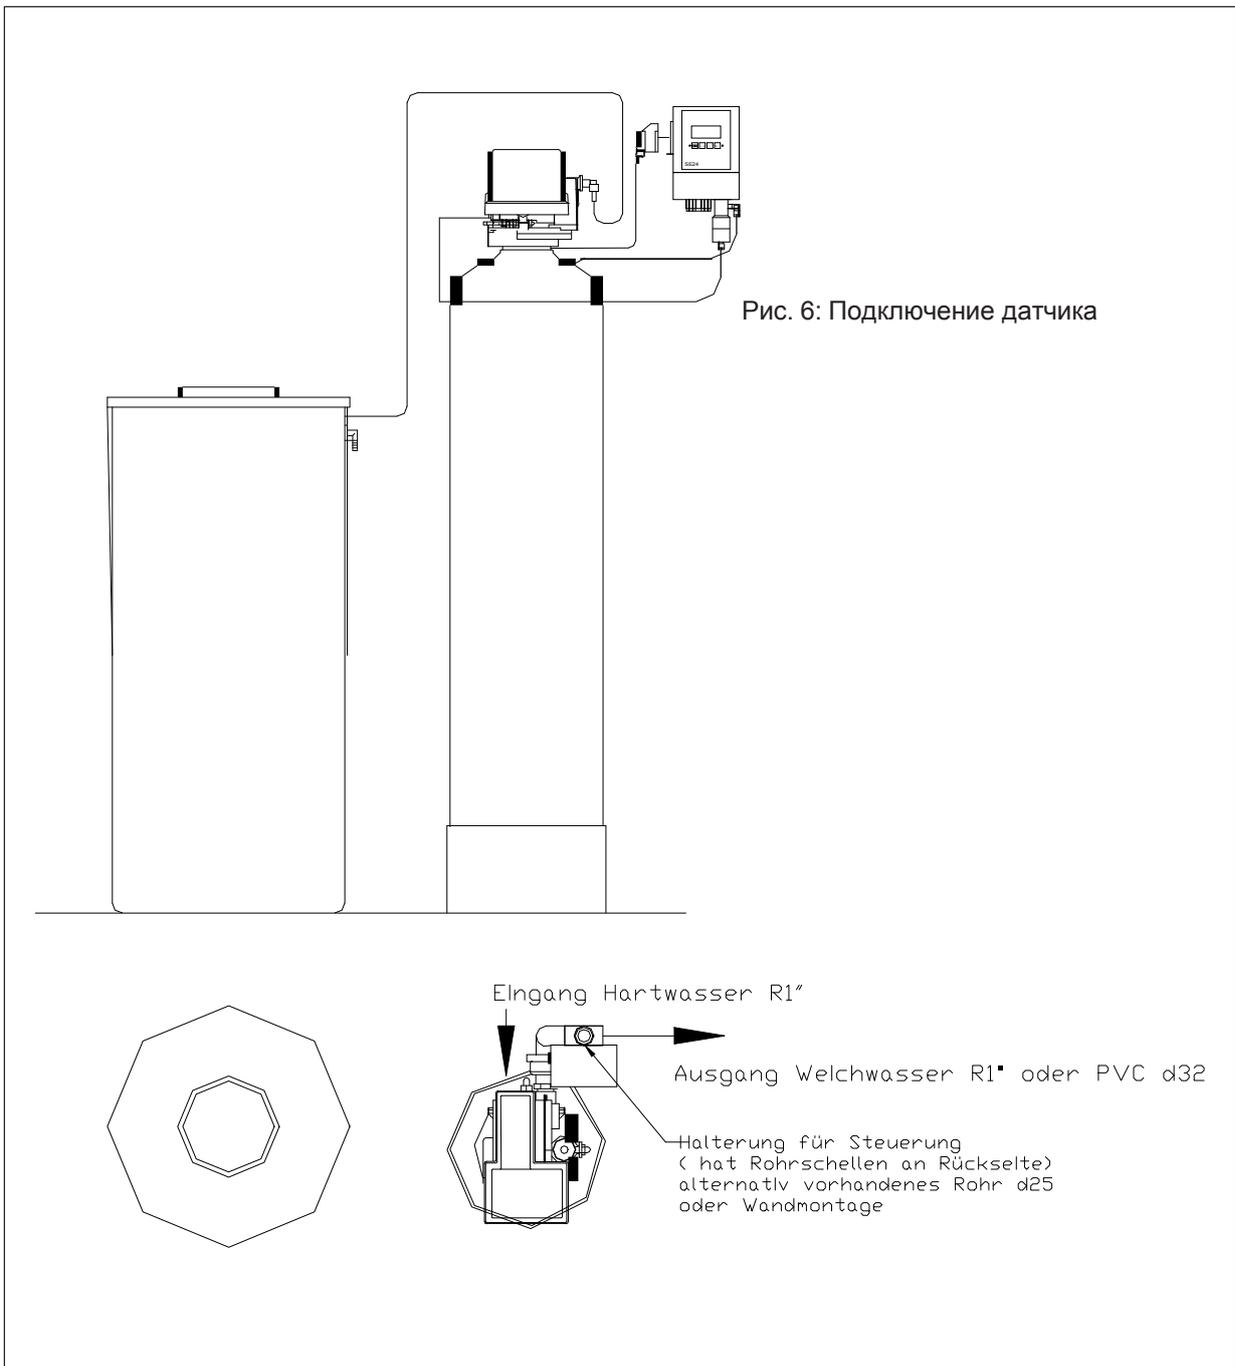

Рис. 5/6: **Общее расположение**
После заполнения ионообменной емкости установить управляющий клапан. Порядок действий. См. Рис.5
5. Подключить кабель управляющего клапана с помощью 10-штырькового штекера к блоку управления SE24. Подключить датчик с помощью синего шланга. Рис. 5/6. Выходящий из ионообменника шланг подключается к измерительной ячейке сверху. Подключение снизу измерительной ячейки соединяется с управляющим клапаном.